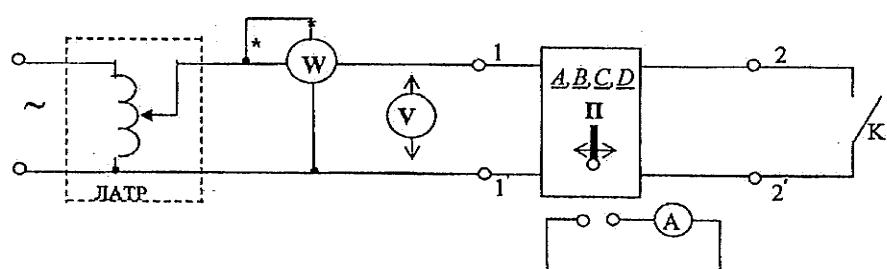

Рис. 3.3
- Собрать схему электрической цепи (рис. 3.3).
3. Изменить схему на рис. 3.3 – отключить источник и ваттметр от входных зажимов и подключить их аналогичным образом к выходным (2-2') зажимам (обратное питание четырехполюсника). Выполнить опыты холостого хода и короткого замыкания со стороны входных зажимов (в табл. 3.1 обозначены как Обр.ХХ и Обр.КЗ). Провести измерения и заполнить строки 3 и 4 в табл. 3.1.